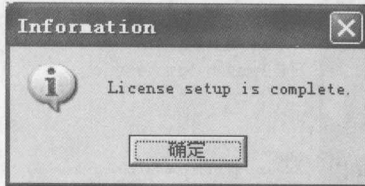

图 1-9 “Information”对话框
(9) 当 License 文件安装完成之后, 弹出如图 1-9 所示对话框, 提示已经安装完毕, 单击“确定”按钮确认。